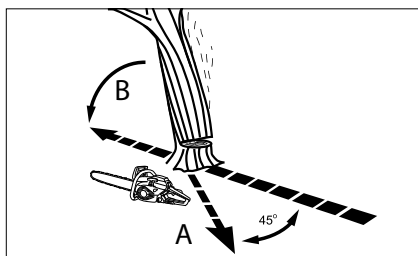

Fig. 14
Tracciare in anticipo la via di fuga (A) e liberarla da eventuali ostacoli prima di effettuare i tagli. La via di fuga deve essere in direzione opposta alla direzione in cui si prevede che l'albero cada (B) (fig. 14).